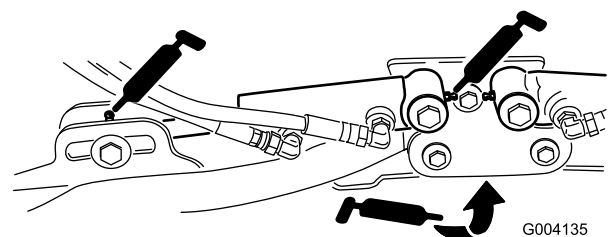

図 52
- ・ 昇降アームのシリンダ (各アームに2ヶ所) (図 52)
(図 52)